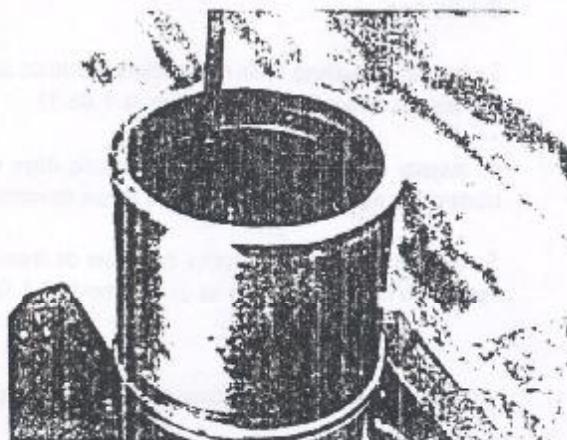

Figura 1.05.2 - Verificação da folga entre pontas do anel no cilindro.
3. Medir, com um calibre de lâminas, a folga entre pontas do anel (Figura 1.05.2).